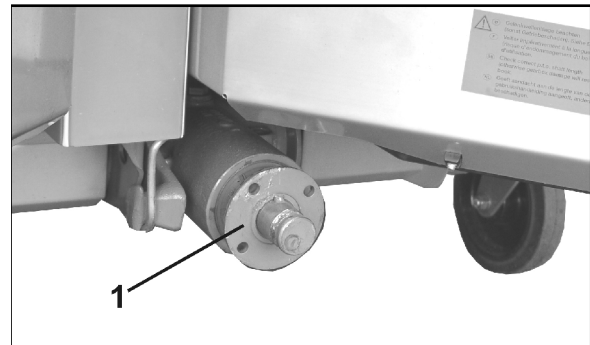

Fig. 24
5. Legen Sie die Gelenkwelle in die vorgesehene Halterung (Fig. 24/1) ab.